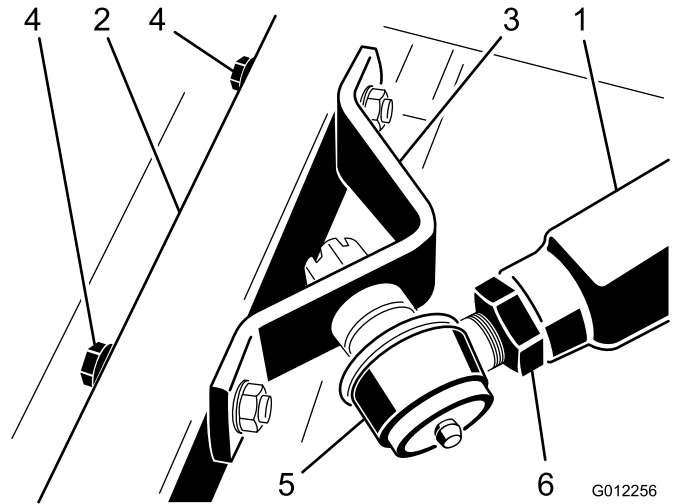

図 22
クナットを取り外す 図 22。外し終わったら、アームを押えていた人は、アームを押さえつけていた力を慎重にゆっくりとゆるめて45kgのスプリング圧力を開放する。
3. もう一人に、右側プッシュアームを上からしっかりと押し付けてもらって置いて、ボールジョイント・マウントの穴とキャストアームの穴とを整列させる [図 22]。